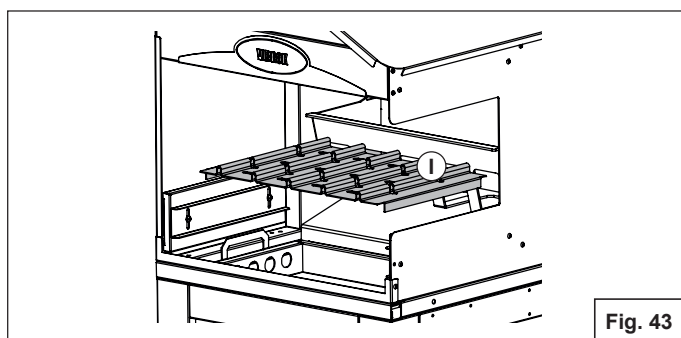

Fig. 43
3. Rimuovere il piano in acciaio (I) (Fig.43);
4. Rimuovere il cassetto raccogli cenere in acciaio (L) (Fig.43) e svuotarne il contenuto;